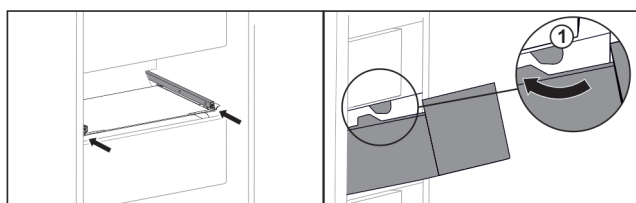

Fig. 39
- ▶ Poprowadzić szufladę wokół stoperów Fig. 39 (1).*